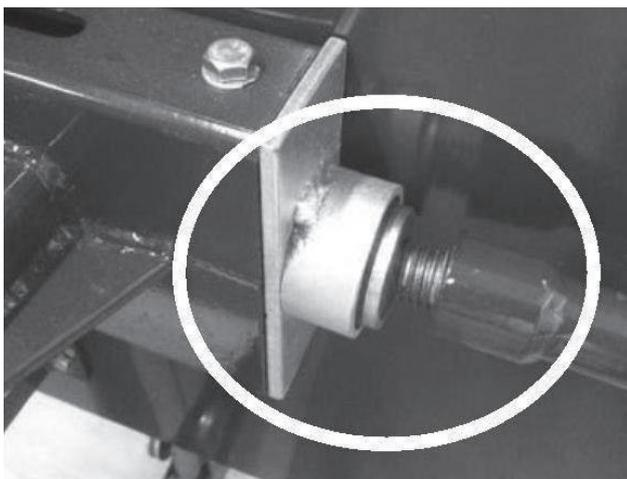

Abb. 5-22: Schmierfett
14. Fügen Sie vor dem Gebrauch Schmierfett auf das Gewinde des T-Griffs für die Blattspannung und auf die Fläche der Unterlegscheibe, an der er anliegt, auf (Abb. 5-22). Die richtige Spannung des Sägebands ist erreicht, wenn sich das Sägeband nicht mehr als insgesamt 1/8" - 1/4" nach oben/unten biegt.